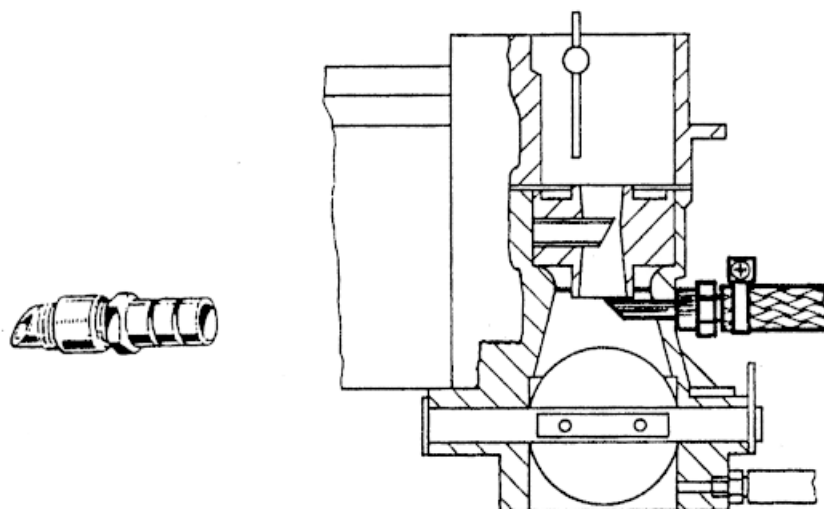

рис. 4.6.3 – Пример монтажа смешанной системы.
4.6.3. Смешанная система (рис. 4.6.3)
На рис. 4.6.3 показывается схему карбюратора с установленным патрубком для смешанного функционирования.